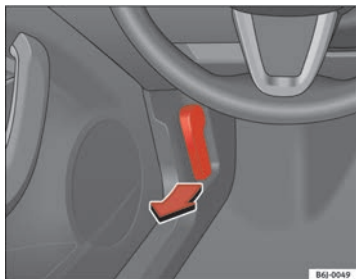

Fig. 111 Leva apertura cofano motore
- Tirare la leva situata sotto il cruscotto ⇒ **fig. 111** nella direzione indicata dalla freccia. Il cofano si sblocca sotto la spinta di una molla ⇒ .